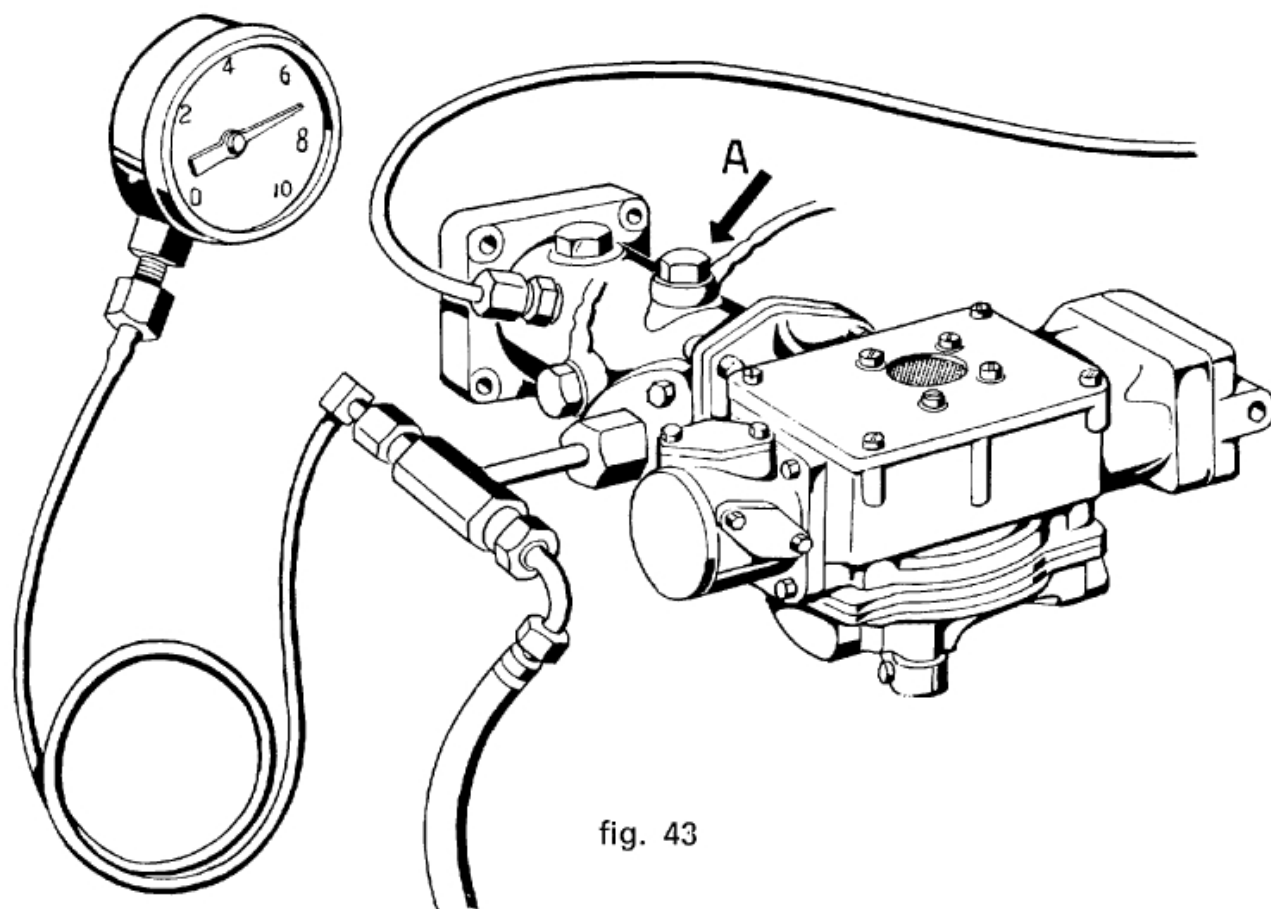
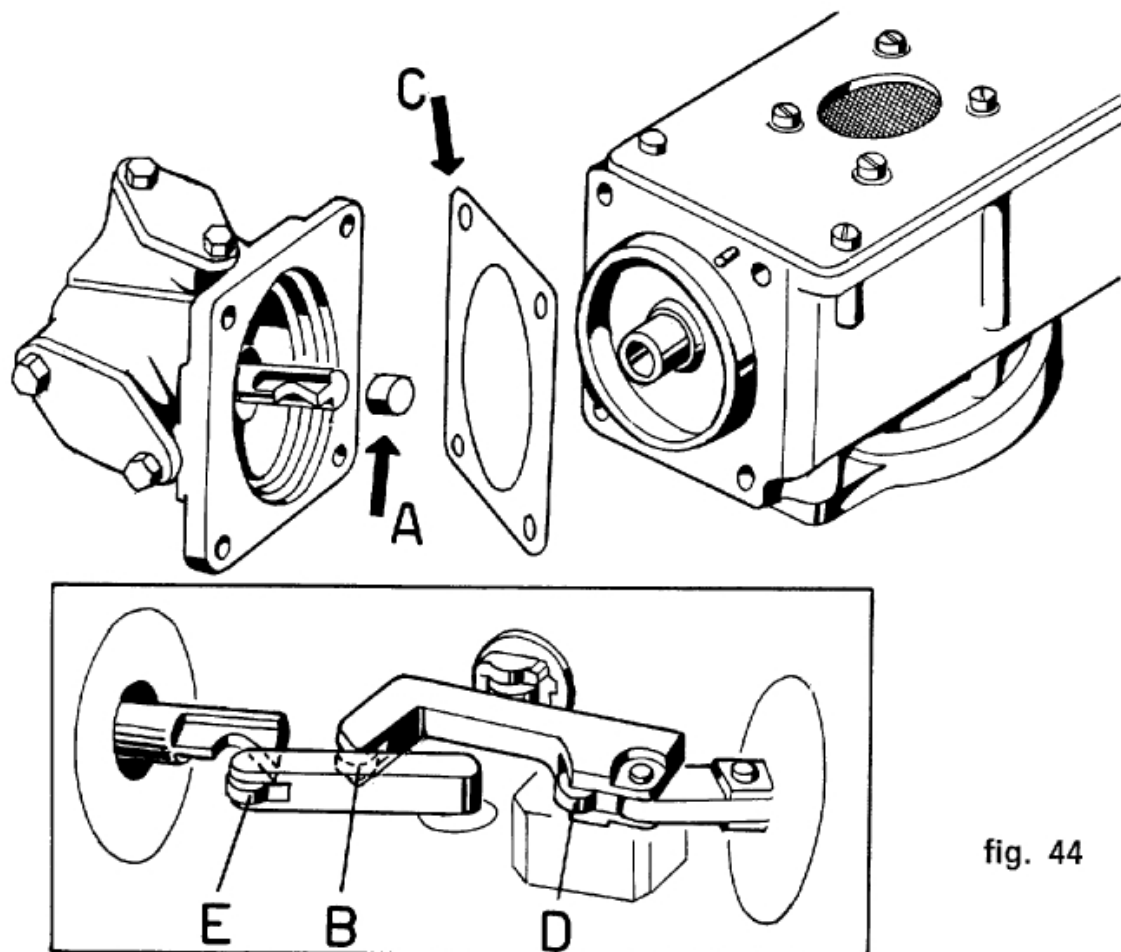

fig. 43
fig. 44
Per verificare questa rottura, si sviti una vite per raccordo (**fig. 43-A**) sul distributore e si faccia ruotare il motore con il motorino d'avviamento; si noterà nell'interno del distributore il rotore fermo.
In caso contrario sostituire la capsula, o in mancanza di ricambi bloccarla provvisoriamente inserendo degli spessori come indicato in **fig. 44-A**.
- Avendo a disposizione una serie di rullini di calibrazione con idoneo attrezzo sostituire il rullino **B** (**fig. 44**) con altro minorato. Determinare le misure esatte per tentativi, provando progressivamente dei rullini con variazione sul diametro di 0,05 mm.
- Inserire una guarnizione di cartone sotto il coperchio della capsula barometrica (**fig. 44-C**) di spessore da definire, senza superare la misura di 1,2 ÷ 1,5 mm.
- B)** Sostituire il rullino **D** (**fig. 44**) con altro minorato provando progressivamente con variazioni sul $\varnothing$ di 0,5 mm.
- C)** Sostituire il rullino **E** (**fig. 44**) con altro maggiorato provando progressivamente con variazioni sul $\varnothing$ di 0,20 mm.
- B)** Inserire il manometro con un tre vie nel distributore (**fig. 43**) e notare se all'aumentare del numero di giri del motore, il manometro indica la stessa pressione di circa **7 Atm.** o se questa diminuisce. In quest'ultimo caso la benzina non arriva a sufficienza e pertanto occorre controllare la pompa ed il circuito della benzina.
- A)** Assicurarsi che con la pompa benzina spenta, l'arricchitore di benzina non rimanga aperto e che con il comando dell'arricchitore nel cruscotto tutto a sinistra, il rullo **E** (**fig. 44**) rimanga sempre a contatto con il puntalino della capsula barometrica.
- B)** Controllare con il motore al minimo se il rullo **E** di **fig. 44** si distacca automaticamente. In questo caso controllare con un tre vie ed un manometro (**fig. 43**) che la pressione non superi le 7-7,5 Atm. Una pressione superiore indica che la valvola **A** sulla pompa (**fig. 19**) è bloccata. Smontarla, pulirla ed eventualmente sostituirla.
- a)** Sostituire il rullino **D** di **fig. 44** con altro maggiorato provando progressivamente con variazioni sul diametro di 0,05 mm.
- b)** Sostituire il rullino **E** di **fig. 44** con altro minorato provando progressivamente con variazioni sul $\varnothing$ di 0,05 mm.